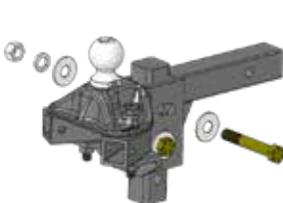

Figure 4
4. Utilisez les boulons de 3/4 po, les rondelles plates, les rondelles de verrouillage et les écrous pour fixer la tête à la bonne hauteur sur la barre d’attelage. Serrez les écrous à la main. (Figure 4)